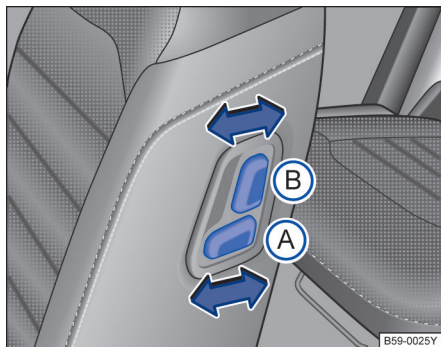

图 81 副驾驶员靠背上的电动座椅调节装置
- 沿箭头方向按压开关 **A**，即可调整座椅的前后位置 → 图 81